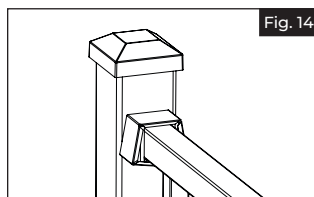

Fig. 14
a. Extienda la parte inferior de la cubierta del soporte aproximadamente 1". Hay dos clips diferentes en la parte inferior del soporte, una banda sólida (lado izquierdo) y una banda de 3 dedos (lado derecho). Coloque la cubierta alrededor del travesaño, lo más cerca posible del poste (Fig. 14).